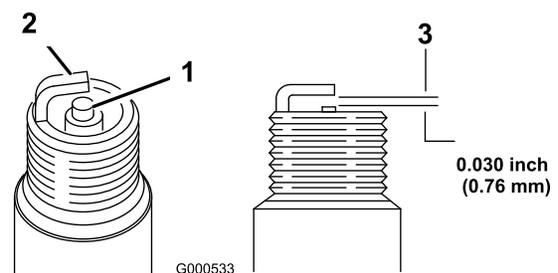

Figura 22
- Ajuste la distancia entre los electrodos a 0.76 mm (0.030") como se muestra en Figura 22.